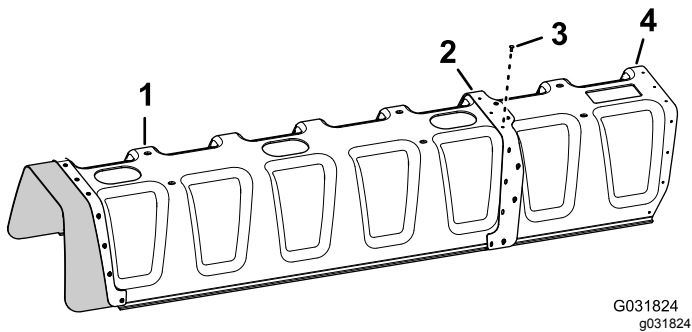

Figura 181
4. Sujete la extensión de la cubierta a la cubierta de sección de 11 boquillas (Figura 181) con 11 remaches ciegos (Pieza Toro N° 114439).